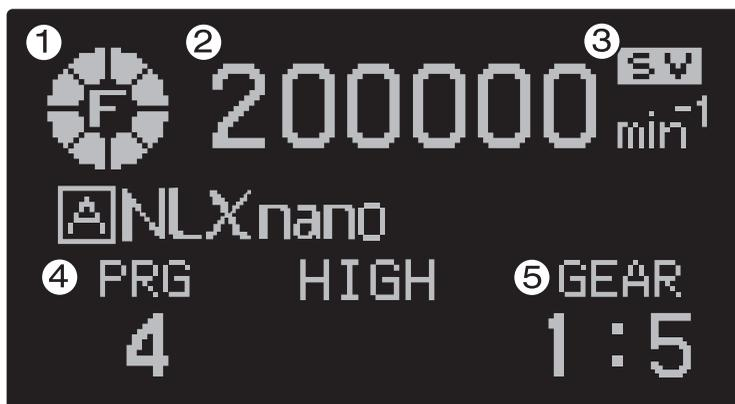

Fig.1 Affichage normal en cas d'utilisation du micromoteur
Si l'écran affiche la Fig.1, vous pouvez contrôler un moteur en appuyant sur la pédale de contrôle.
#### ◆ Affichage de rotation (Fig. 1- ①)
#### ◆ Affichage de la vitesse de rotation (Fig. 1- ②)
#### ◆ Affichage de la VALEUR PROGRAMMEE (Fig. 1- ③)
◆ **Affichage du numéro de programme** (Fig. 1– ④)
◆ **Affichage du rapport** (Fig. 1– ⑤)